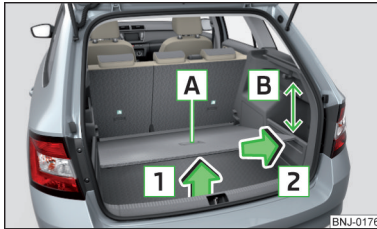

Abb. 108
- › Den variablen Ladeboden am Griff **A** » Abb. 108 fassen.
- Beim Herausnehmen bzw. Einsetzen des variablen Ladebodens ist der Abstand von 15 cm **B** » Abb. 108 unterhalb der Kante der aufrollbaren Abdeckung einzuhalten - es besteht die Beschädigungsgefahr der Gepäckraumklappendichtung.